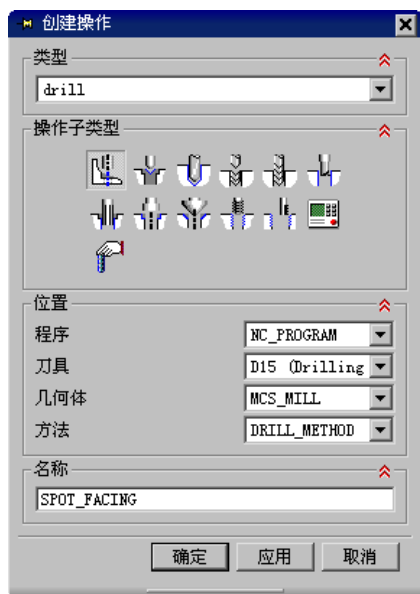

图 6.7.5 “创建操作”对话框
Step1. 选择下拉菜单 **插入(S) → 操作(O)...** 命令，系统弹出图 6.7.5 所示的“创建操作”对话框。